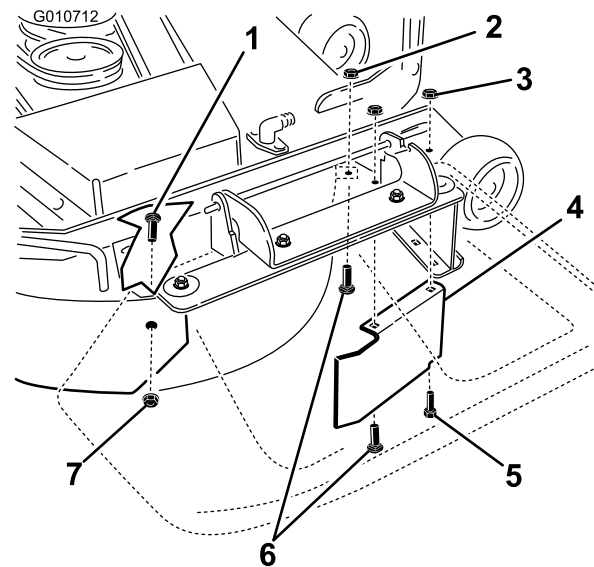

Bild 37
9. Entfernen Sie die Schlossschraube (5/16 x 3/4 Zoll) und die Sicherungsmutter (5/16 Zoll) an der Rückwand des Mähwerks, die das Ablenkblech am Mähwerk befestigen (Bild 37).
10. Ermitteln Sie den Ablenkblechschild an der vorderen Kante der Seitenauswurföffnung. Entfernen Sie die Befestigungen, mit denen der Ablenkblechschild und das rechte Ablenkblech am Mähwerk befestigt sind, siehe Bild 37. Entfernen Sie den Ablenkblechschild und bewahren Sie die Befestigungen auf.
13. Bringen Sie die Befestigungen an, die Sie vorher aus den vorderen Löchern in der Auswurfplatte und dem vorderen Loch am Mähwerk entfernt haben (Bild 37).